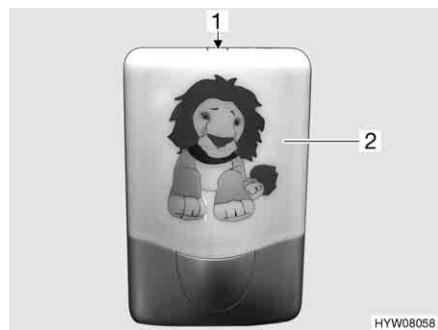

Fig. 194 Lampada della camera dei bambini
- Sollevare con precauzione di circa 3 mm la copertura (Fig. 194,2) sul bordo superiore (Fig. 194,1) con l'ausilio di un utensile appropriato (p. es. un cacciavite).